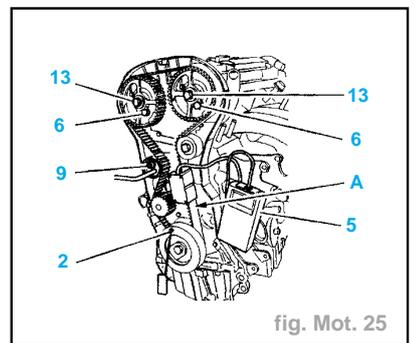

fig. Mot. 25
fig. Mot. 25 bis
- Sans déposer les piges (fig. Mot. 25) :
- mettre en place l'appareil (5) sur le brin (A) en prenant garde de ne pas le mettre en contrainte avec l'environnement.
- Serrer les vis (13) à **5 daN.m** à l'aide de l'outil (4).
- l'appareil (5),
- les piges (6) (2)